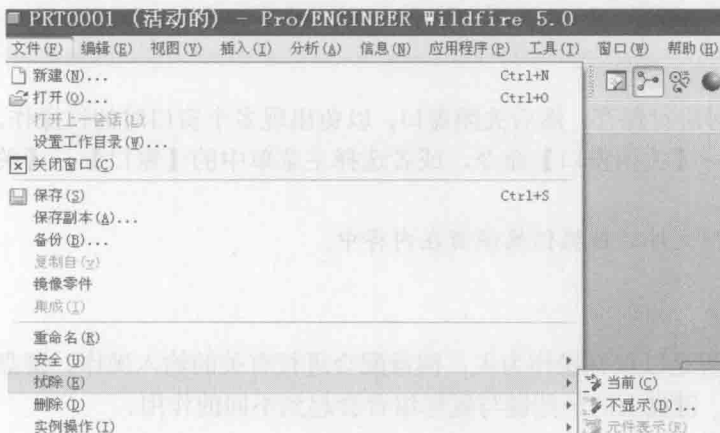

图 1-11 清除内存文件
(1) 单击主菜单中的【文件】→【拭除】命令,如图 1-11 所示。